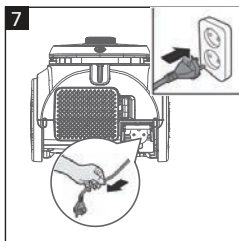

Fig. 7
- Tirez le cordon d'alimentation pour obtenir la longueur désirée (Fig. 7). Arrêtez de tirer sur le cordon lorsque vous voyez la marque jaune.